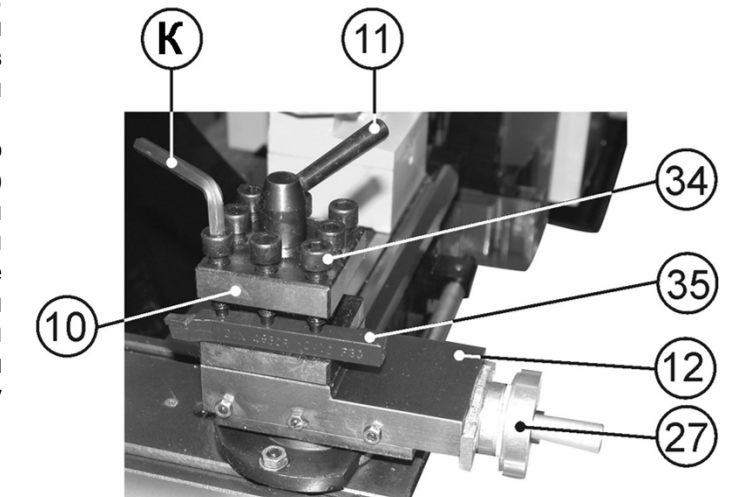
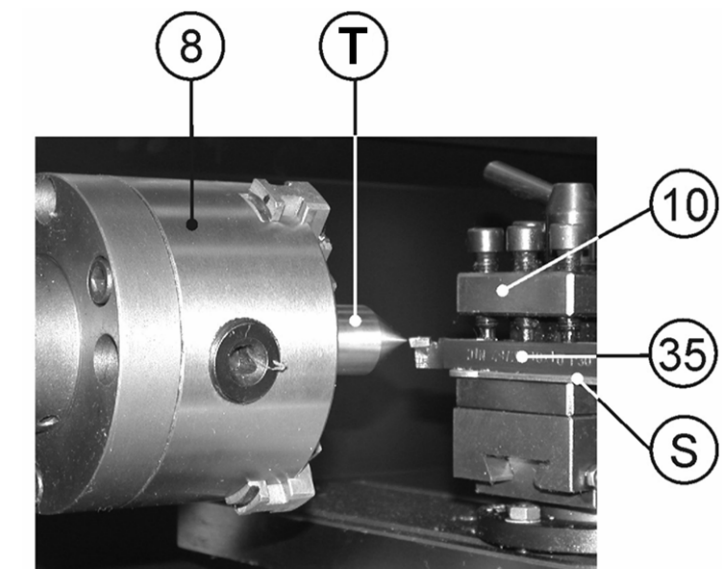
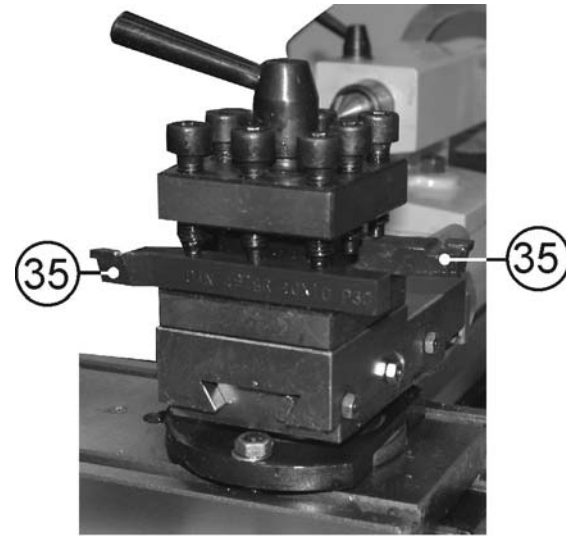

Рис.11
Рис.12
Рис.13
10.1.8. Используя шестигранный ключ (К), Рис.16, выкрутите 3 болта (34). Установите необходимый для предполагаемой операции резец (35) в резцедержатель (10). Равномерно, с достаточным усилием закрутите три болта (34), Рис.11. Убедитесь, что режущая часть головки резца (35) находится по центру диаметра заготовки. Положение резца (35) проверьте по центру (Т), зажатом в трёхлапчатом самоцентрирующемся патроне (9). Вылет головки резца должен быть примерно 10 мм, но не превышать 15 мм (не должен превышать полторы высоты державки резца). По необходимости, при установке резца используйте подкладки (S) разной толщины. Допускается использовать только одну подкладку, Рис.12.
10.1.9. Для ускорения и удобства работы можно установить в резцедержателе (10) параллельно, но направленные в противоположные стороны головками, два резца (35), Рис.13, при условии, что оба резца (35) в резцедержателе (10) закрепляются тремя болтами (34), Рис.11.
10.1.10. Поверните ручку фиксации резцедержателя (11) против часовой стрелки, поворачивая резцедержатель (10). Выберите необходимый для данной операции резец (35) или угол установки резца (35), зафиксируйте положение резцедержателя (10), повернув ручку фиксации резцедержателя (11) в обратном направлении с определённым усилием, Рис.11.